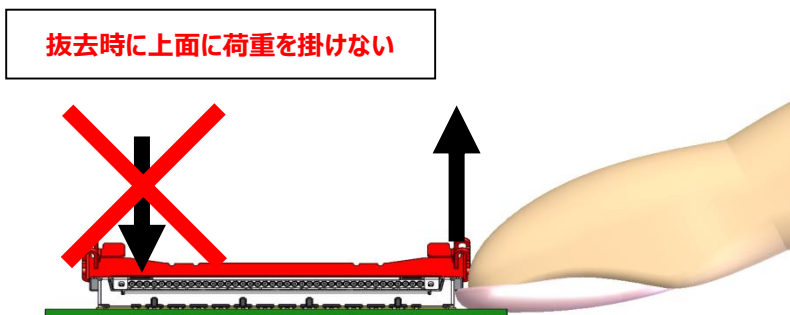

Fig.22
- ・基板と垂直に引き上げる事を推奨いたしますが、片側（ケーブルピッチ方向）を先に抜去する場合はコネクタ上面に荷重が加わらないようにしてください。(Fig.22)